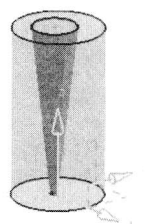

图1-14
- (1) 提供了更多种类的孔特征，采用这些方式创建孔特征将大大提高工作效率。
- (2) 在装配结构中，孔特征可以穿过多个实体，穿过的实体可以不必须为当前工作部件的子装配。系统能够自动推测出当前孔特征可能要穿过的实体，并识别出开始、中间和结束实体。该功能极大地提高了定位孔的建模速度和准确程度。
(3) 新增加了拔模孔类型，如图 1-14 所示。
(4) 新增了用于控制孔深度的方式。